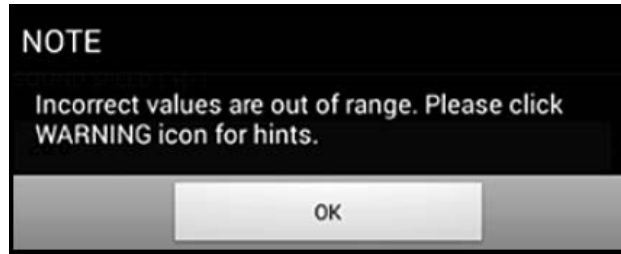

图 118: 超出限值消息
8. 此菜单中输入的每个参数都有一个可接受的范围。如果您输入的值超出这些限值，会显示类似于下面 图 118 中的消息。